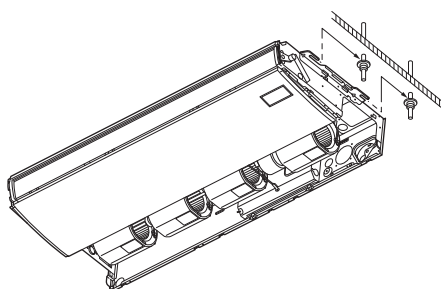

Fig. 3-14
- b) Levante a unidade interior e coloque-a nas anilhas através dos entalhes, para fixá-la em posição. (Fig. 3-14)